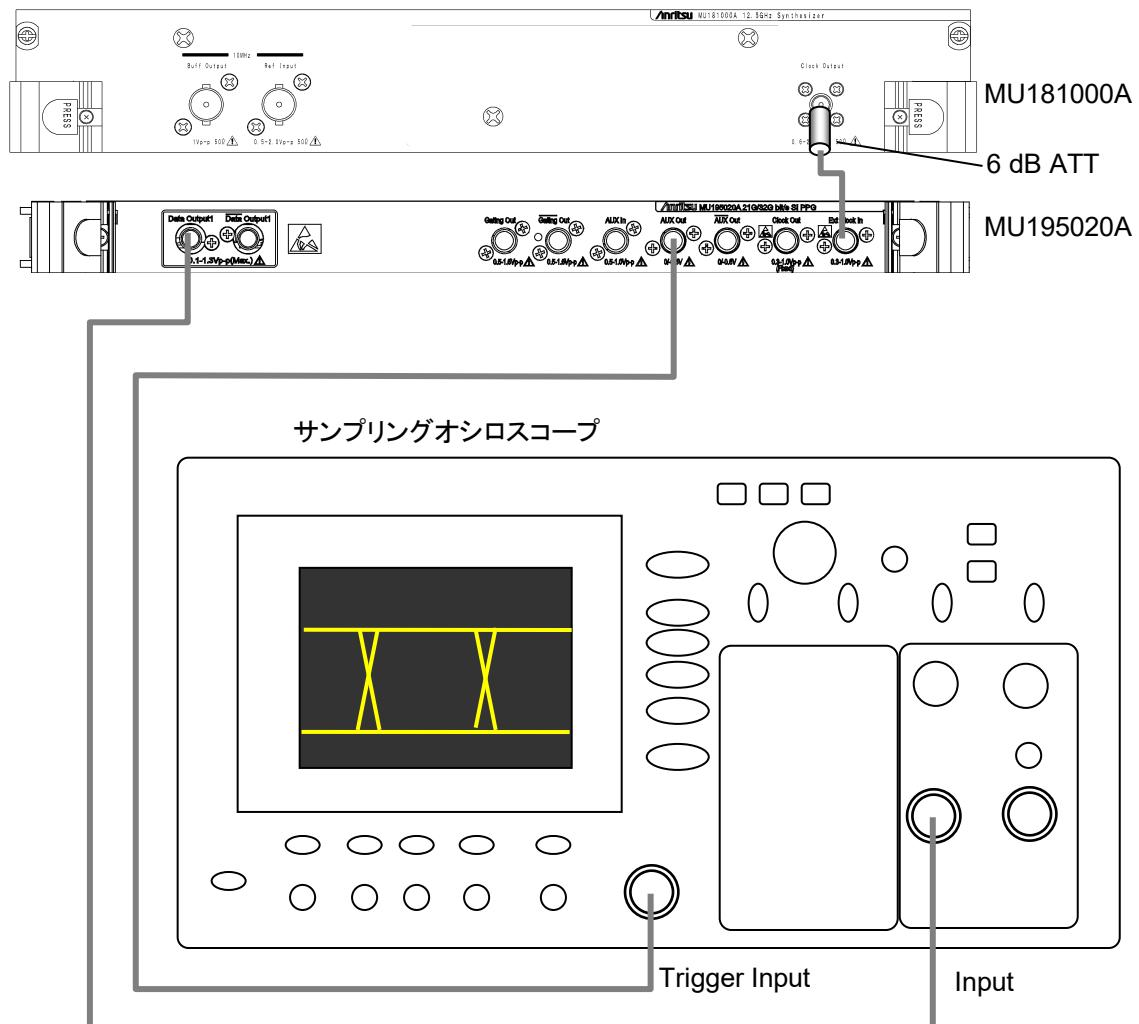

図8.3.2-1 波形試験の接続図
6. 図 8.3.2-1に従って, 測定器のケーブルを接続します。